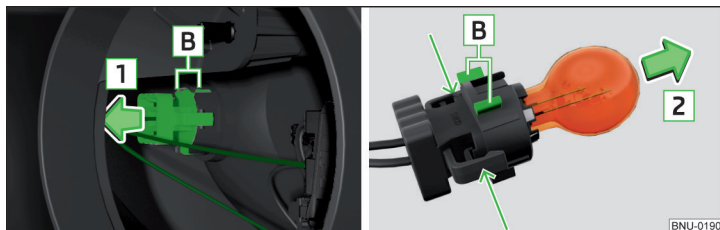

Fig. 345 Cambiar la bombilla para luz intermitente delantera
- Extraer el portalámparas con la bombilla con movimientos de vaivén en el sentido de la flecha **1** » fig. 345.